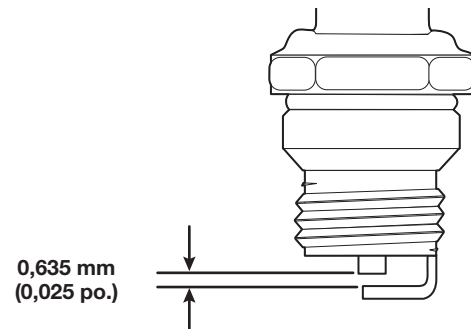

Fig. 15
4. Utilisez une jauge d'épaisseur pour régler l'écartement à **0,635 mm (0,025 po.)** (Fig. 15).